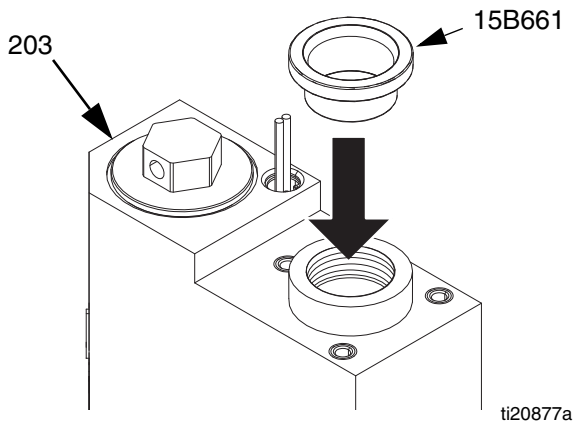

FIG. 32
- a. Instale el nuevo sello en U del pistón (225) en la varilla del pistón (223) con las pestañas mirando hacia la varilla.
- b. Instale el rodamiento del pistón (226) en la varilla del pistón (223) con el extremo ranurado mirando hacia el centro de la varilla.
- c. Instale la válvula del pistón (222) en la varilla del pistón (223). Apriete a un par de 24-30 ft-lb (33-41 N•m).
2. Para proteger los sellos de las roscas filosas, coloque la herramienta de instalación del sello 15B661 en el orificio del cuello. Consulte FIG. 32.
8. Instale la tuerca de retención (235). Consulte FIG. 32.